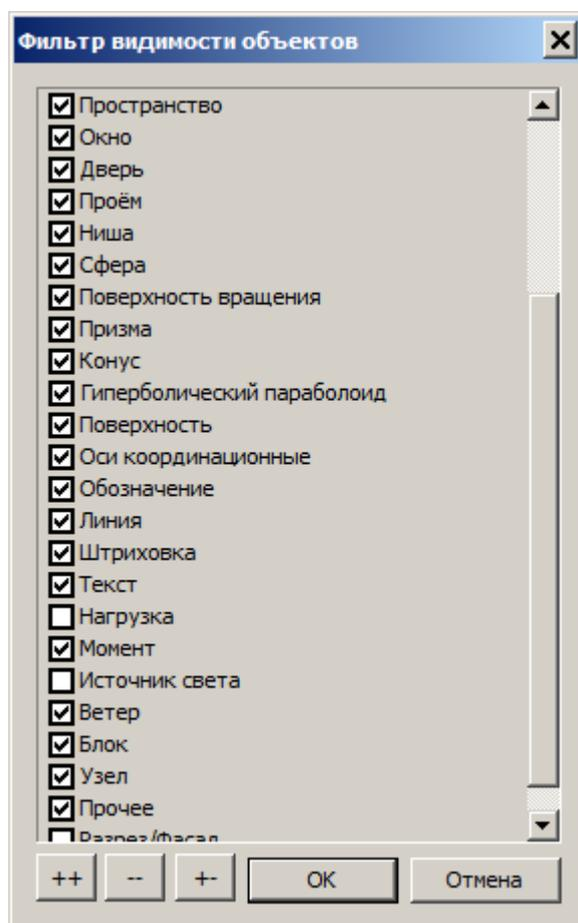

Рис.6.40. Диалоговое окно **Фильтр видимости объектов**
- Вызовите диалоговое окно **Фильтр видимости объектов** (рис.6.40) щелчком по кнопке  - **Фильтр визуализации** на панели инструментов **Визуализация**.